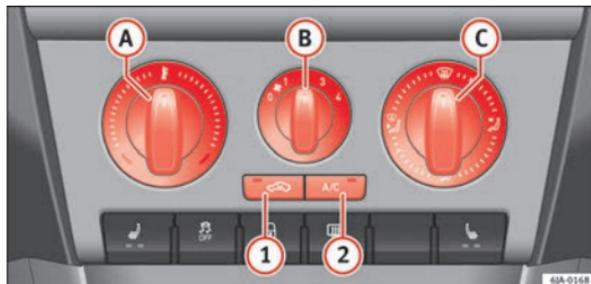

Fig. 98 Aire acondicionado: elementos de manejo
El sistema de refrigeración funciona solamente si está pulsada la tecla **AC** **2** ⇒ fig. 98 ⇒ página 135 cumpliéndose a la vez las siguientes condiciones:
- La temperatura aumenta girando el mando **A** ⇒ fig. 98 hacia la derecha.
- Conecte el ventilador girando el mando **B** ⇒ fig. 98 a las posiciones de 1 hasta 4.
- Girando el mando **C** ⇒ fig. 98 se ajusta el acceso de aire a los respectivos difusores ⇒ página 132.
- Pulse la tecla   ⇒ fig. 98 y el testigo dentro de la tecla se enciende.
- Mandos A ⇒ fig. 98 ⇒ página 135, B, C y teclas 1 y 2.
- Pulse la tecla  ① ⇒ fig. 98 ⇒ página 135 y el testigo dentro de la tecla se enciende.
- Pulse otra vez la tecla  ① ⇒ fig. 98 ⇒ página 135 y el testigo dentro de la tecla se apaga.
Si el regulador de la distribución de aire  ⇒ fig. 98 ⇒ página 135 está en la posición , la recirculación se apaga automáticamente. Pulsando la tecla  puede volver a encender la recirculación de aire en esta posición.